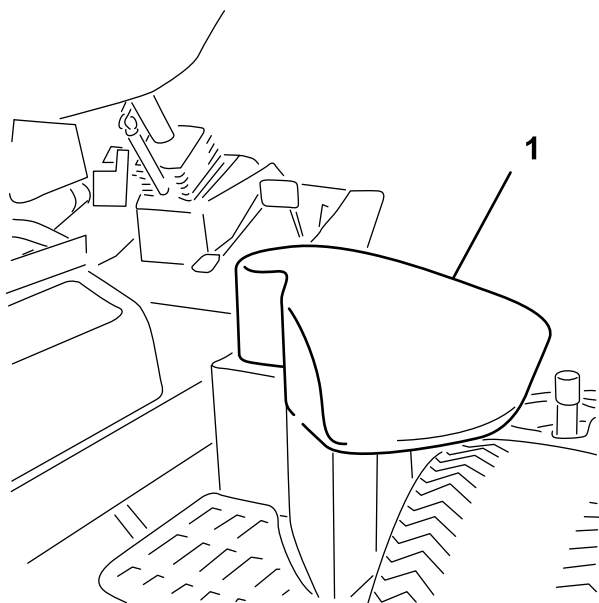

Figura 34
2. Alzate il coperchio del serbatoio idraulico, sul lato destro della macchina (Figura 34).